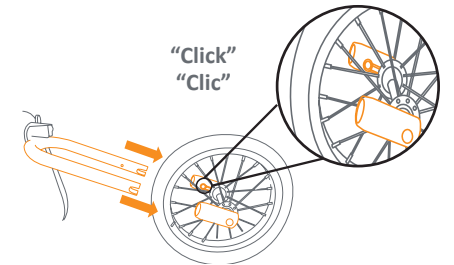

Fig. 3
- 3) • Ensure the front fork clicks into place to the front wheel housings (Fig. 3).
- Asegúrese de que ambas horquillas delanteras encajen en su lugar en los alojamientos en los pasos de rueda delanteros (Fig. 3).